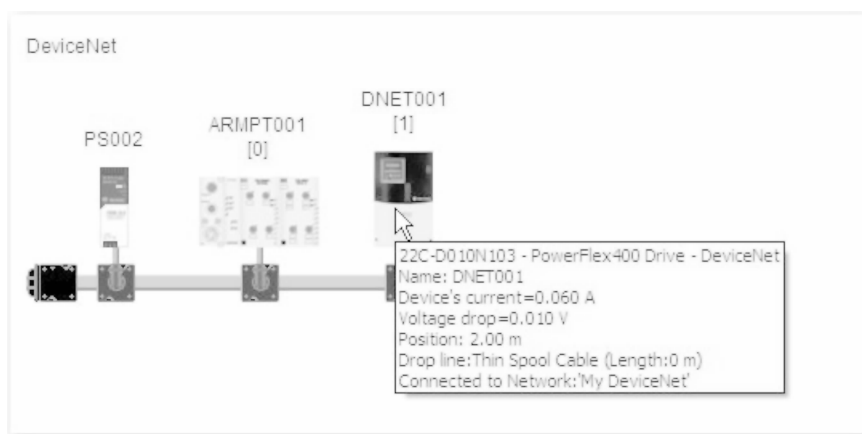

图 26-125 变频器目录号
8. 将光标移至网络视图中的变频器图像上，并注意在所出现的工具提示中显示的变频器的目录号，如图 26-125 所示。